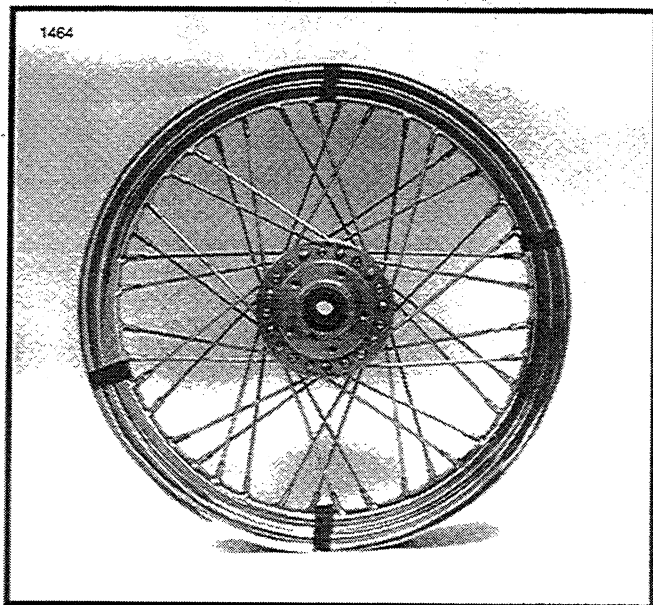

Figure 2-14. Repérage des groupes de rayons
1. Voir Figure 2-14. Repérez le centre de chaque groupe avec du ruban adhésif. Choisissez quatre groupes de rayons formant une croix, c'est-à-dire quatre groupes diamétralement opposés et formant un angle de 90°.